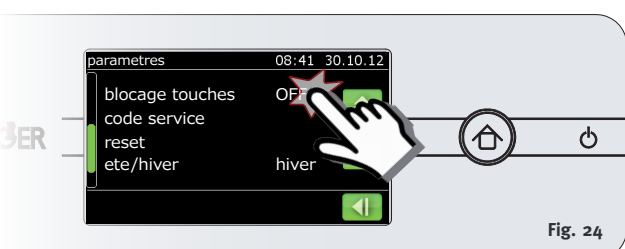

Fig. 24
1. Dans le menu principal, sélectionnez **Réglages** --> **ARRÊT / MARCHÉ** à côté de **Blocage écran**, le texte passe suivant le réglage à **MARCHÉ** ou à **ARRÊT** (Fig. 24).